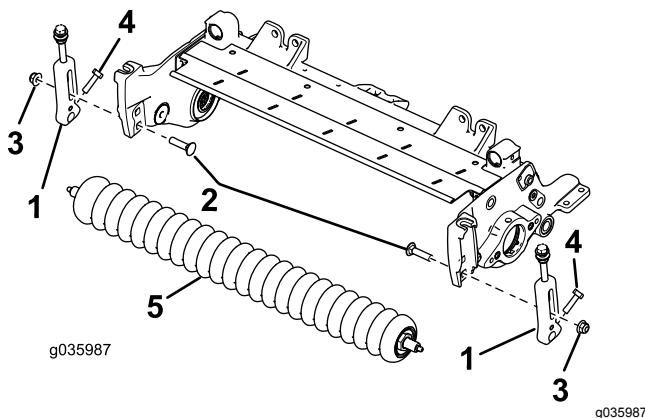

Bild 2
2. Nehmen Sie die Schlossschrauben und Sicherungsmuttern ab, mit denen die Schnitthöhenhalterungen (HOC) an den Seitenplatten der Schneideinheit befestigt sind (*Bild 2*).
3. Lösen Sie die Schrauben, mit denen die Schnitthöhenhalterungen an der Frontrollerwelle befestigt sind (*Bild 2*).
4. Nehmen Sie die vorhandenen Schnitthöhenhalterungen und die Frontrolle von den Seitenplatten der Schneideinheit ab (*Bild 2*).